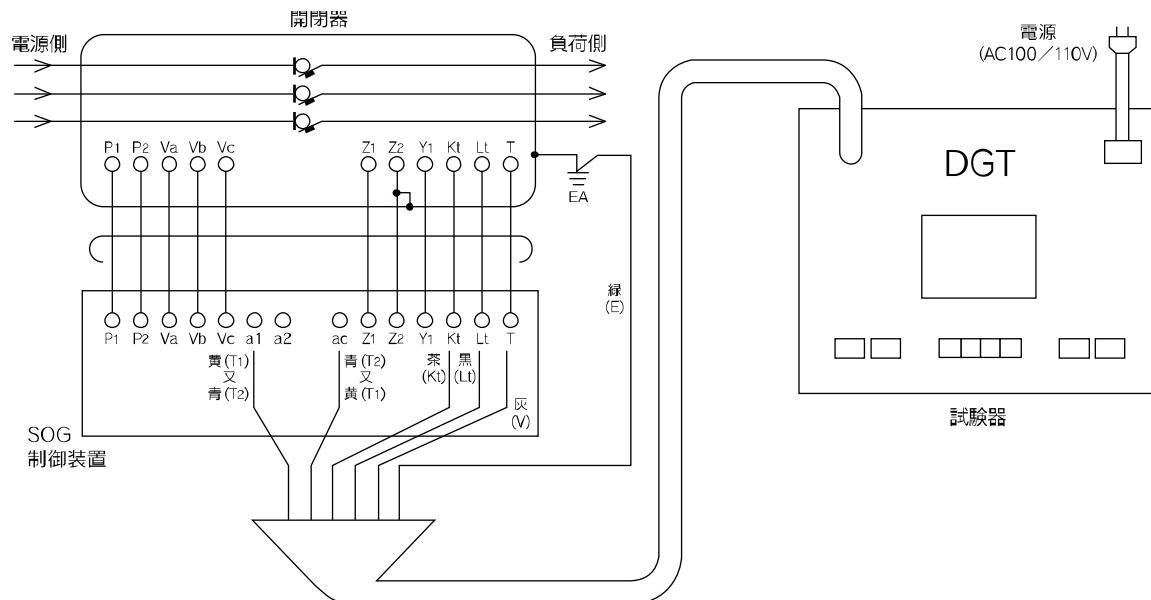

図1 戸上電機製作所製(DGT)によるテスト回路の一例
②図 1~6 の試験回路は SOG 制御装置だけの地絡動作時間測定となります。